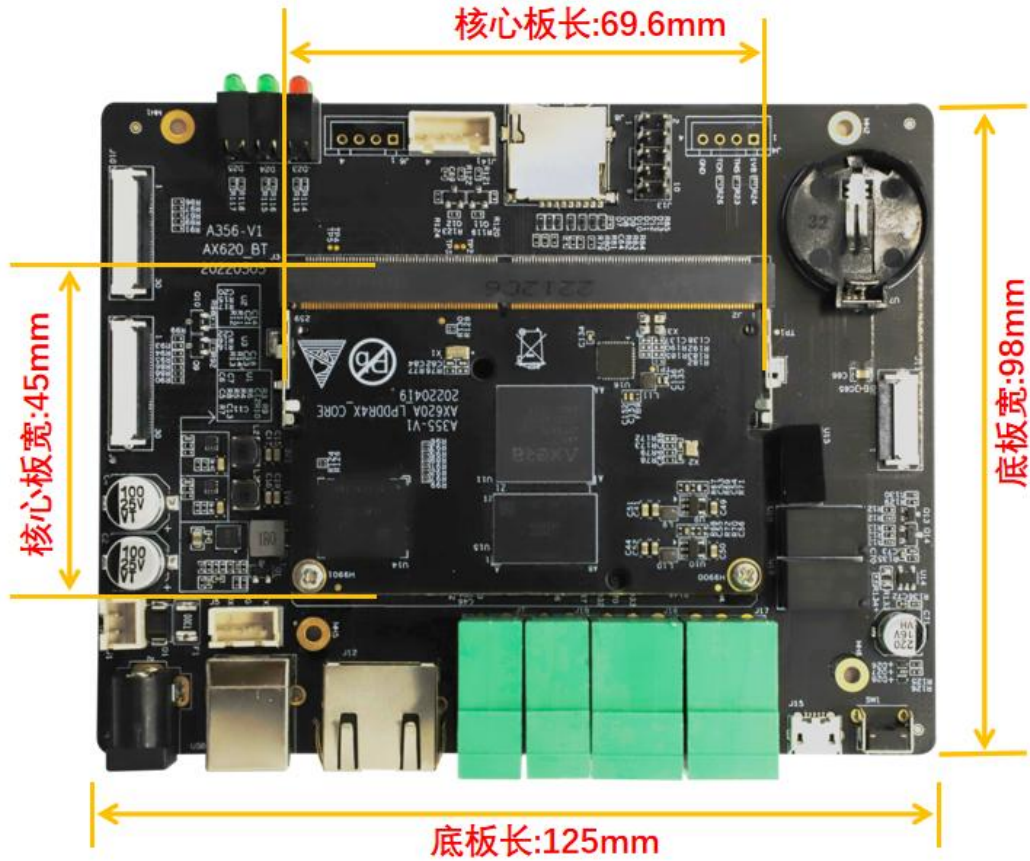

图 4.7 AX620A 核心板与底板机械尺寸图
- 核心板：如下图 4.7 所示 45*69.6（单位：mm），4 个定位孔的内孔直径为 2.5 mm。
- 底板：如下图 4.7 所示 98*125（单位：mm），4 个定位孔的内孔直径为 3.2 mm。